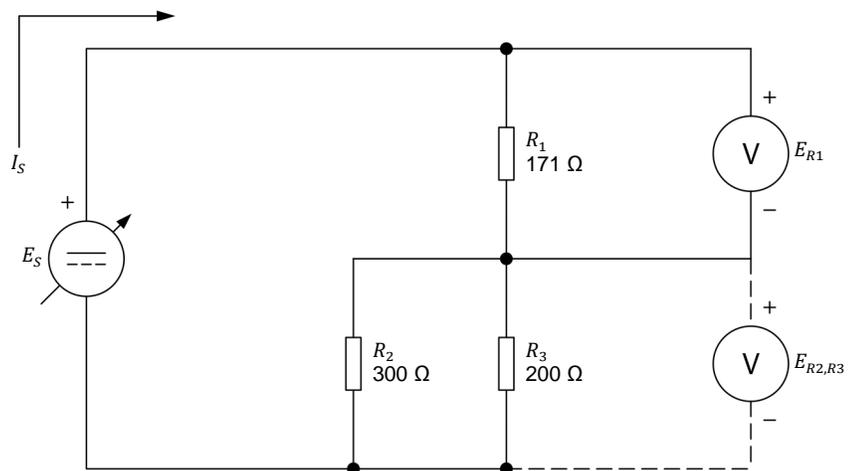

Figure 32. Circuit fait de résistances connectées en série-parallèle.
24. Montez le circuit montré dans la figure 32. Pour obtenir l'arrangement de résistances dans la figure 32, effectuez les connexions et réglages des commutateurs nécessaires sur le module Charge résistive.
25. Calculez la résistance équivalente $R_{Eq.}$ des résistances dans la figure 32. Puis, calculez le courant de source I_S à partir de la résistance équivalente $R_{Eq.}$ et de la tension de source E_S de 50 V.
Déconnectez le voltmètre de la résistance R_1 et connectez-le aux bornes des résistances en parallèle R_2 et R_3 , comme le montre la figure 32. Notez la tension $E_{R2,R3}$ indiquée par le voltmètre dans le tableau 4.
2. Considérez le circuit de la figure 32. Si la tension de la source E_S double, qu'arrive-t-il au courant circulant dans chaque résistance aux tensions E_{R1} et $E_{R2,R3}$?
3. Si la valeur de la résistance R_3 dans le circuit de la figure 32 est réduite de moitié, est-ce que le courant circulant dans la résistance R_2 augmente ou diminue ?